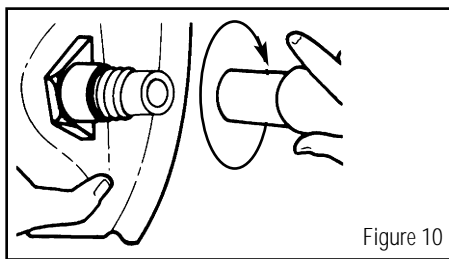

Figure 10
1. Reliez l'appareil de bouche à bouche indirect au casque en vissant le connecteur du tuyau en plastique sur le raccordement situé sur le côté du casque. Tournez dans le sens des aiguilles d'une montre pour visser (figure 10). Assurez-vous d'utiliser un Bullard 88BT. Le nom et le numéro de la pièce sont tamponnés sur le côté du manchon de l'appareil de bouche à bouche indirect. La date de fabrication est tamponnée à l'intérieur du manchon.